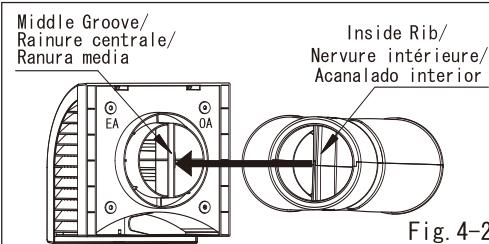

Fig. 4-2
1. The straight rib inside the Pipe must be aligned with the middle groove on the rear of the Vent cap. (Fig. 4-2)
La nervure droite à l'intérieur de la buse doit s'aligner à la rainure centrale à l'arrière du capuchon d'évent. (fig. 4-2)
El acanalado dentro de la Tubería debe estar alineado con la ranura del medio de la parte posterior de la Tapa de Ventilación. (Fig. 4-2)